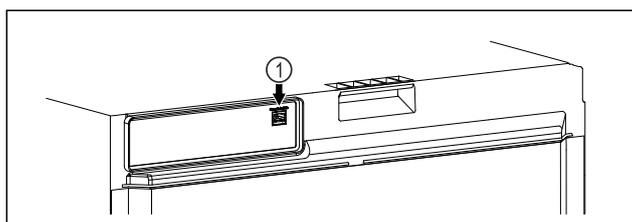

Fig. 101
- SmartModule Fig. 101 (1) naudojamas.